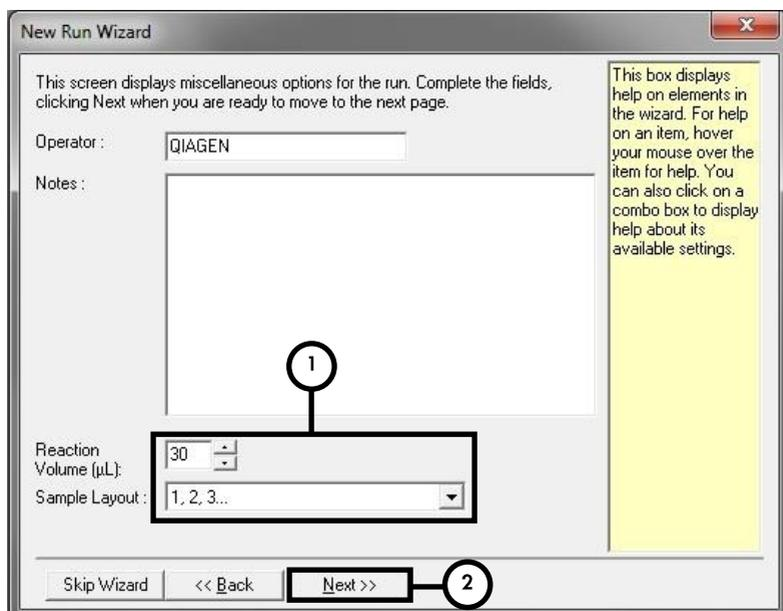

Figure 3. Définition des paramètres généraux de dosage.
8. Sélectionner **30** comme volume de réaction de la PCR et cliquer sur **Next** (figure 3).